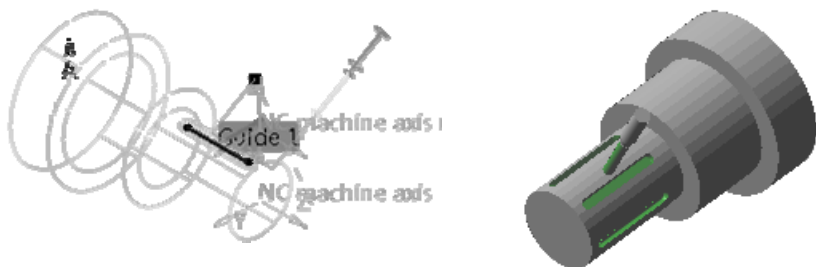

图 7-141 刀具路径轨迹和实体切削仿真（4）
7) 重复上述 3) 刀具路径旋转的操作步骤，将“Multi-Axis Curve Sweeping.6”刀具路径旋转 300°，显示刀具路径轨迹和切削仿真（4）如图 7-141 所示。